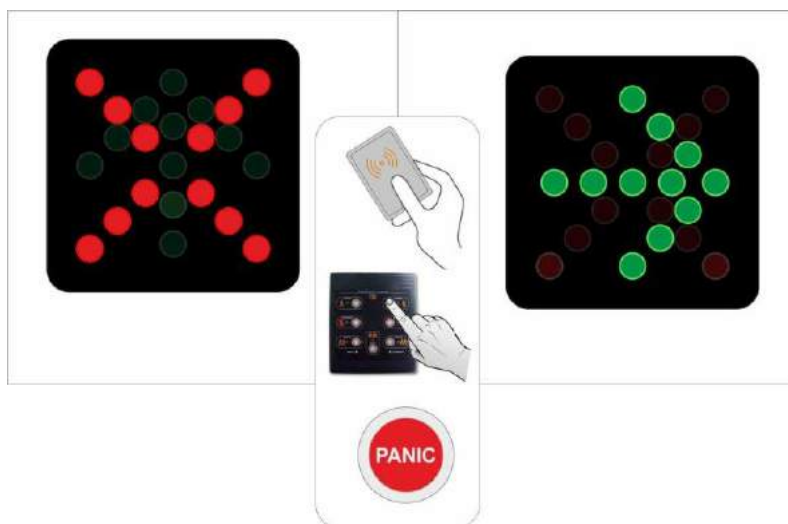

Рис. 4 - Отображения статуса работы турникета на табло индикации
1.4.1.1 Корпус турникета представляет собой металлическую конструкцию, которая своей опорой **10** (см. *Рис.1*) монтируется на ровную поверхность с помощью анкеров Redibolt. Статус турникета отображают платы индикации **2**, вмонтированные в корпус изделия. Постоянно светящаяся красная индикация означает исходное состояние турникета (см.*Рис.4*): проход через турникет заблокирован в обе стороны.